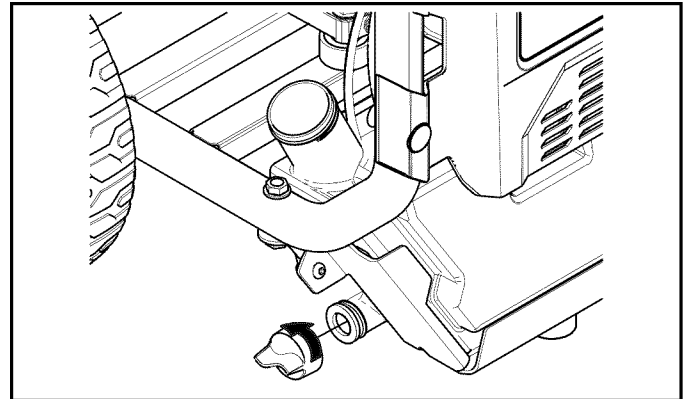

Figure 6-2. Bouchon du drain du réservoir à produits chimiques
5. Placez le contenant sous le drain du réservoir à produits chimiques. (Figure 6-2).